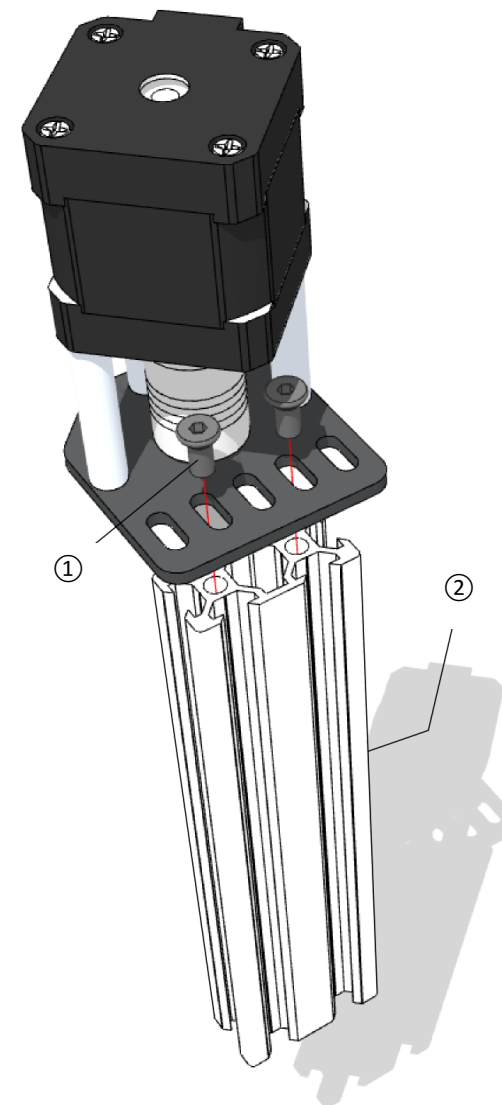

Fig. 17
La **Fig. 17** se muestra cómo agregar el V-Slot de 170mm al ensamble del eje-Z. Asegúrese de que el extremo de la V-Slot de 170mm ② está cortado derecho y con rosca para tornillo M5. Las roscas con al menos 10mm (3/8") de profundidad para utilizar los tornillos de bajo perfil M5 de 10mm (3/8") ①. La placa es de 3mm de espesor por lo que 7mm (9/32") del tornillo entrará en la V-Slot. No apriete todavía los tornillos por completo.
Fig. 17 shows how to add the 170mm V-Slot to the Z-axis assembly. Make sure that the end of the 170mm V-Slot ② is cut off square and taped with M5 threads. The threads must be at least 10mm (3/8") deep to use the low profile M5 screws of 10mm (3/8") ①. The plate is 3mm thick so 7mm (9/32") of the screw will go into the V-Slot. Don't tighten the screws completely for now.
Cuando se va a utilizar una Dremel (modelo 3000 o mejor), o un trimmer con potencia máxima de 400W, es posible que desee instalar los Soporte de Esquina ② como se muestra en la Fig. 17. Se debe de utilizar una lima de metal para dejar plano los soportes. El lado plano se pondrá debajo de la Abrazadera que se vende por separado y en cualquier ferretería.
When you are going to use a Dremel (model 3000 or better), or a trimmer of maximum 400W, you might want to install the Cast Corner Brackets ② as shown in Fig. 17. You have to use a metal file to make one side of the Brackets flat. The flat side will go on top of the Adjustable Strapping Clamp that is sold separately in any hardware store.